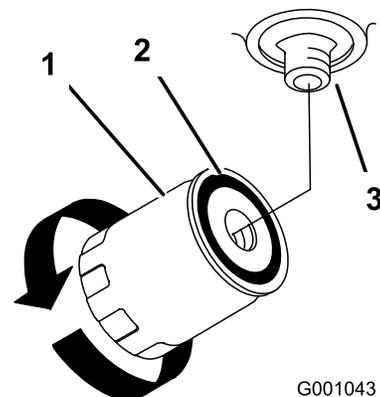

Figura 48
- Quando il filtro idraulico è pieno, giratelo in senso orario finché la guarnizione di gomma non tocca l'adattatore, quindi serrate il filtro di un ulteriore 1/2 giro (Figura 48).